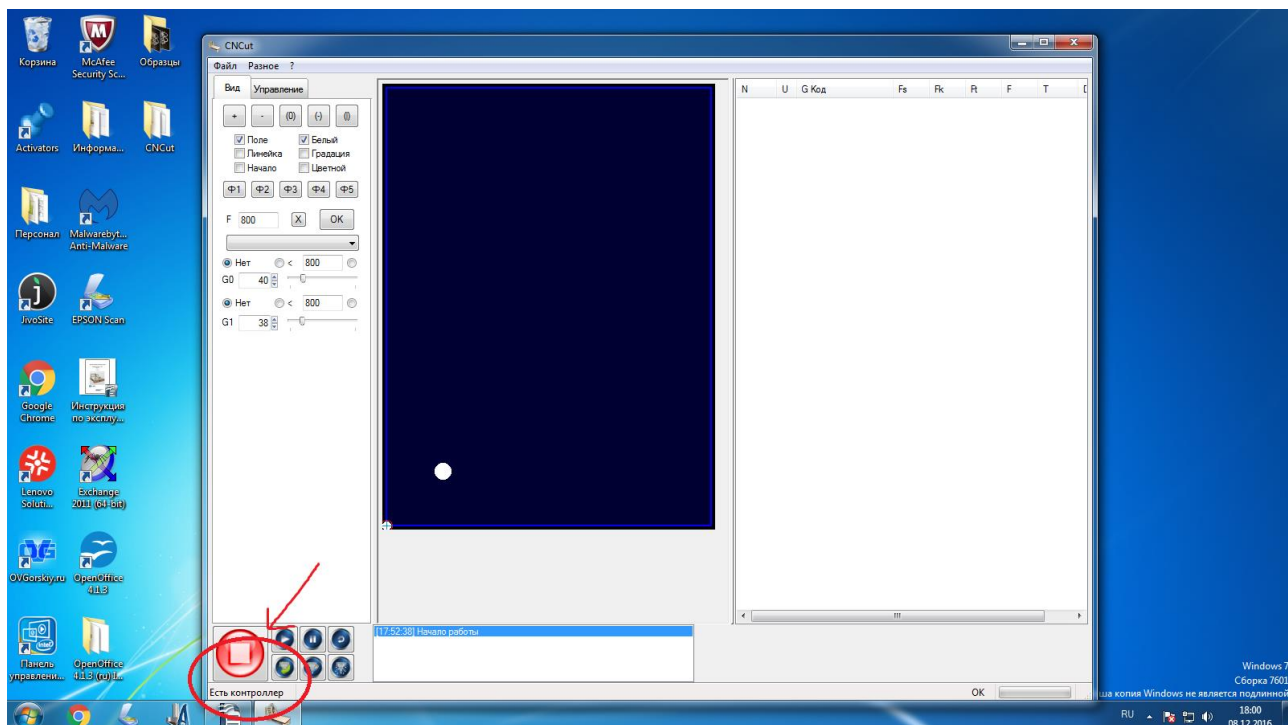

Рисунок 12. Система обнаружила контроллер.
10) Надпись внизу «Нет контроллера» изменится на «Есть контроллер». Это означает что система обнаружила контроллер, рисунок 12